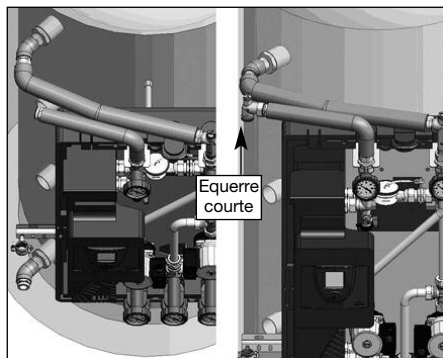

Fig. 6.10
- Monter le coude de 90° en acier inoxydable (voir fig. 6.10 à gauche)
- Monter le coude court avec purgeur par serrage (voir fig. 6.10 à droite)